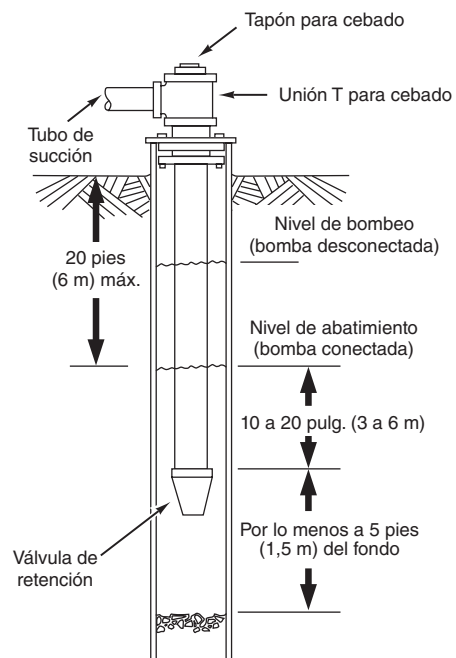

Figura 1 - Instalación en pozo revestido o excavado
5. Cuando se usa válvula de pie se recomienda una unión T con tapón para cebar la bomba (Figura 1).
AVISO Para tramos de tuberías horizontales muy largos o si se utiliza una válvula de pie, instale una unión T para cebado entre la válvula de retención y la boca del pozo (Figura 1). Para las instalaciones de pozos hincados instale la válvula de retención. Asegúrese de que la flecha indicadora de dirección de corriente en la válvula de retención apunta hacia la bomba.